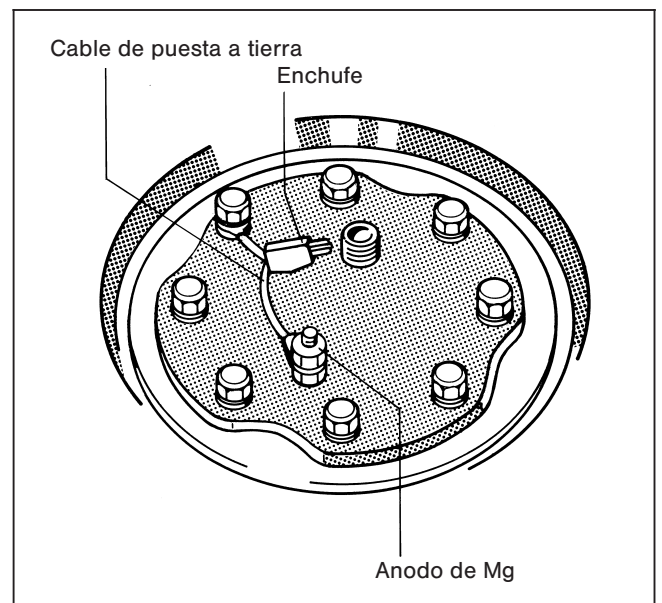

Fig. 9
- Conectar el enchufe en el cable de puesta a tierra con el cable del aparato de regulación (fig. 9).